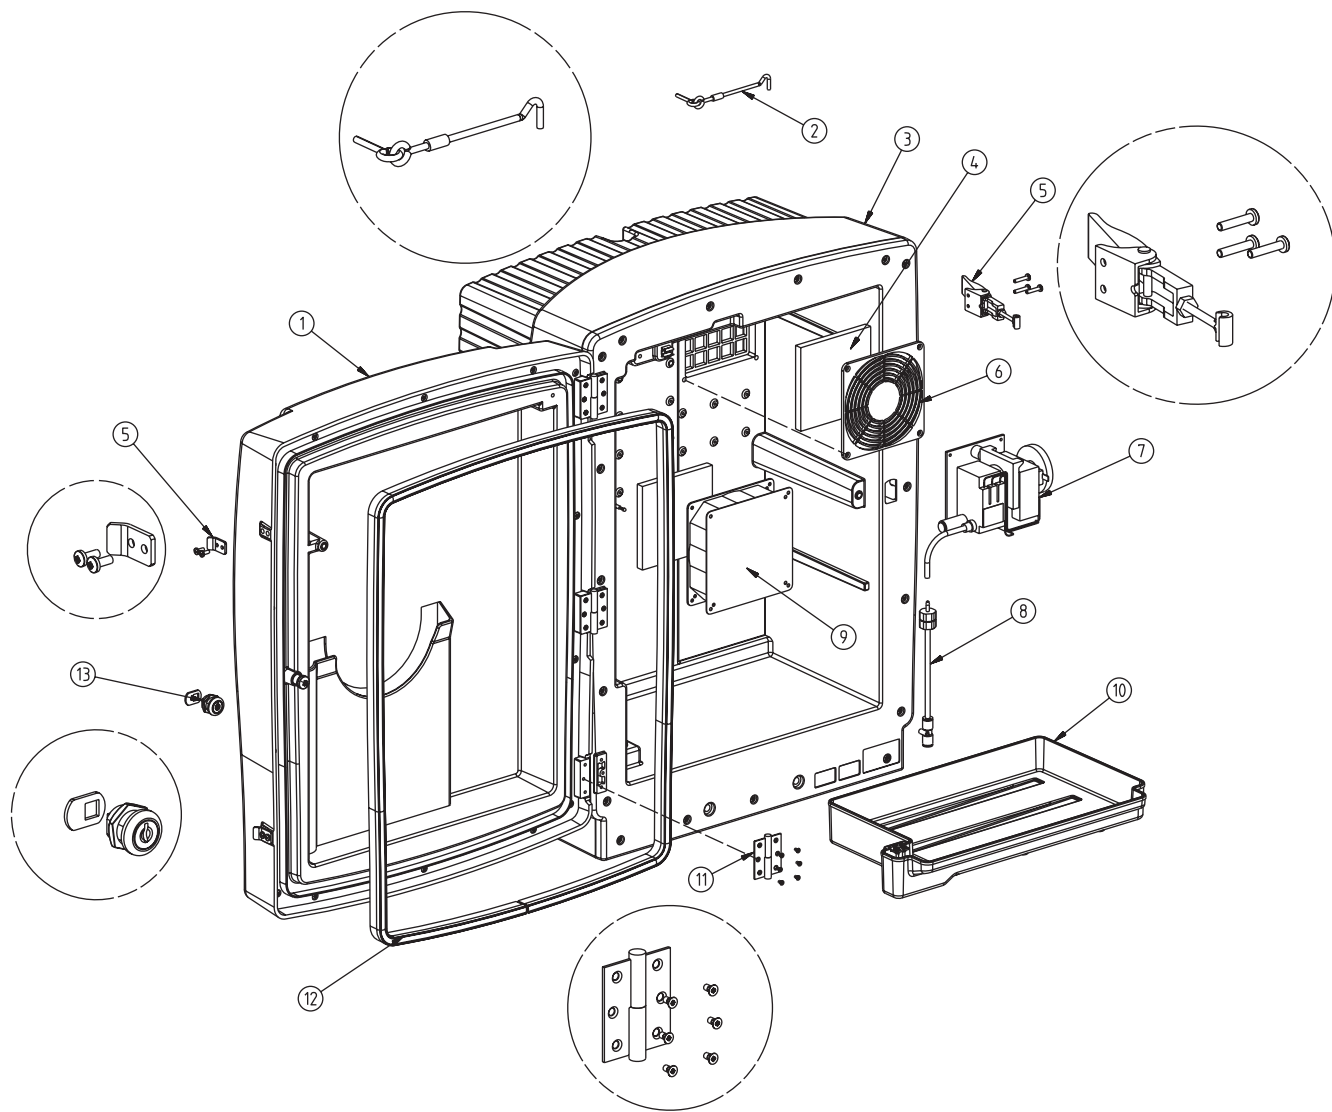
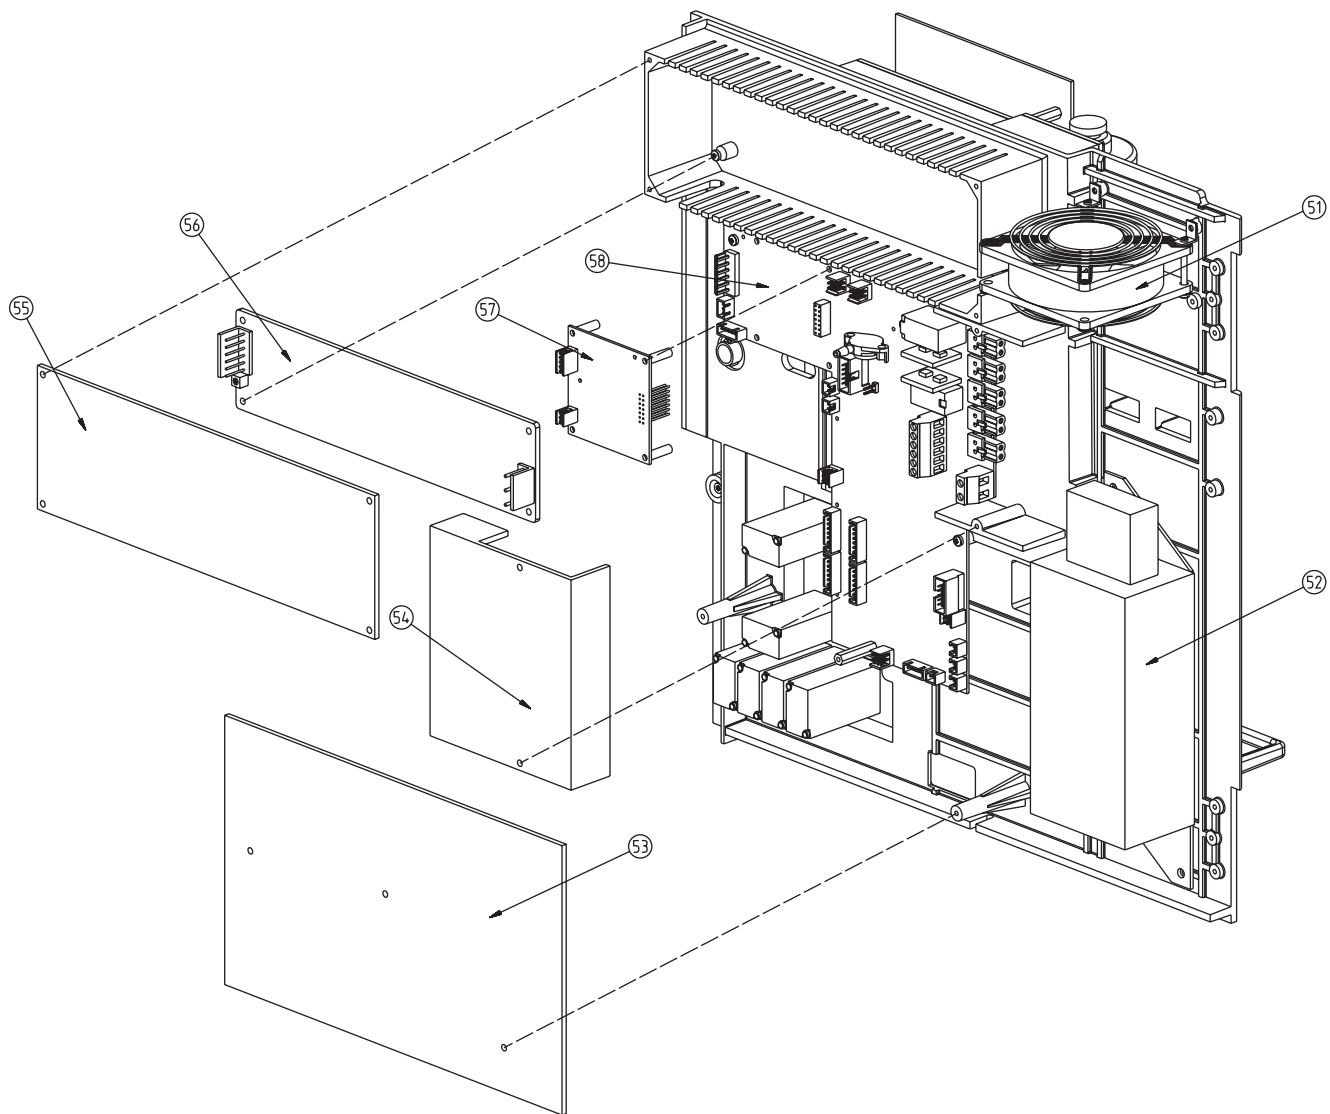

图 16 分析器外壳
图 19 分析器面板的详细后视图
8.4 更换部件 (请参见位于第 46 页上的图 16 – 位于第 49 页上的图 19)